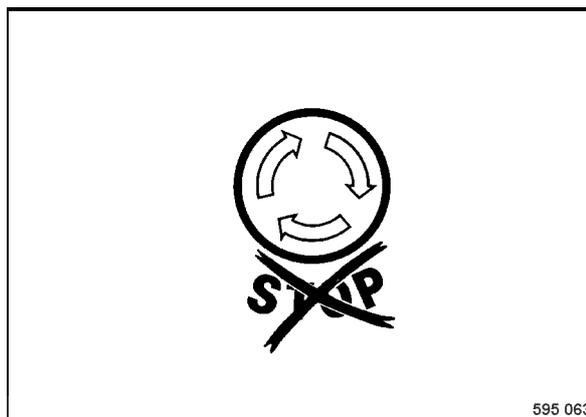

fig. 28
- Vérifier si l'interrupteur d'arrêt d'urgence (fig. 28) est déverrouillé.